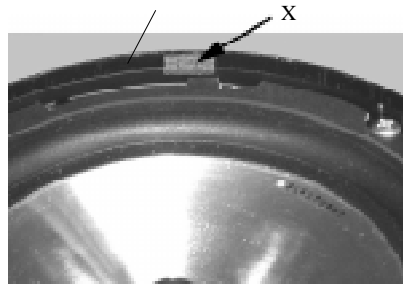

Fig. 1
- Slightly press 4 portions per speaker into the recess cut for the grille (see fig. 1).
- 4 Teile je Lautsprecher in die Gitteraufnahme leicht eindrücken (siehe Fig. 1).
- Presser légèrement 4 pièces par haut-parleur dans la rainure de réception de la grille (voir Fig. 1).